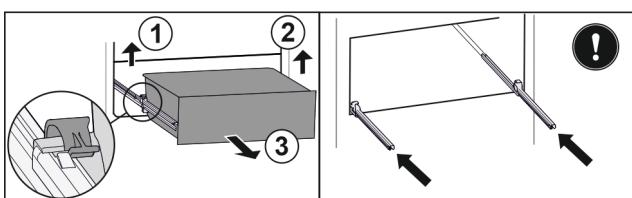

Fig. 41
► Приподнимите левый зажим и одновременно вытяните движением вперед выдвижной ящик слева. Fig. 41 (1)
► Приподнимите правый зажим и одновременно вытяните движением вперед выдвижной ящик справа. Fig. 41 (2)
► Извлеките выдвижной ящик движением вперед. Fig. 41 (3)